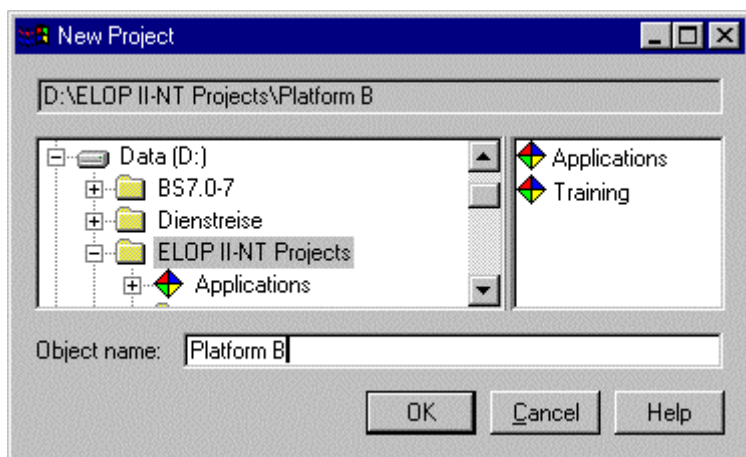

Рис. 41 Создание проекта
- ☐ Выберите в левой стороне Рис. 41 каталог, в котором должен быть создан новый проект, введите имя проекта в поле **Object name (Имя объекта)** и щелкните на **OK**.